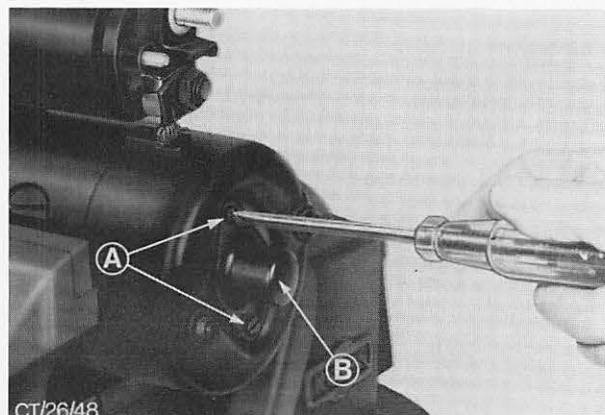

Abb. 78 A = Schrauben – Schutzkappe
21. Dichtung – Schutzkappe auf das Kollektorlager-schild auflegen, Ende der Ankerwelle etwas fetten (Lithium-Fett) und Schutzkappe mit zwei Schrauben montieren, Abb. 78.